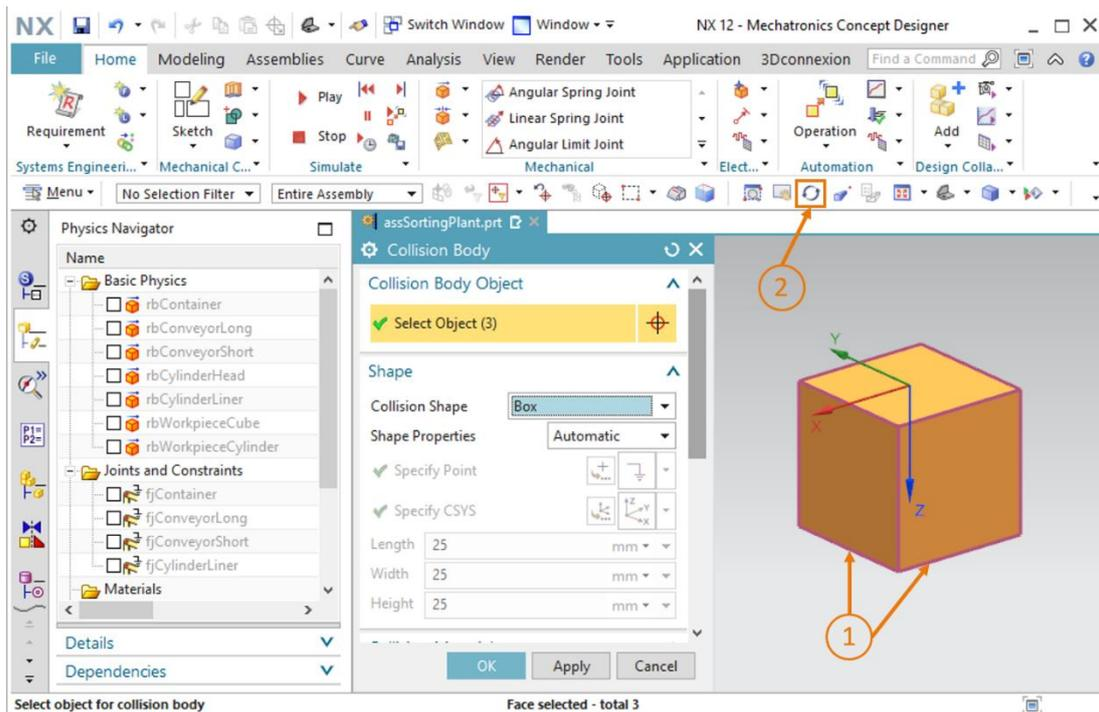

Figura 21: Creazione del corpo di collisione per workpieceCube – selezione di altre superfici
- Selezionare le altre due superfici visibili del parallelepipedo (vedi Figura 21, step 1). Le superfici accessibili dovrebbero essere tre (come indica il numero fra parentesi nel pulsante "Select Object" (Seleziona oggetto)). Per poter vedere anche le altre superfici si deve modificare la vista. Fare clic sul pulsante "Rotate" (Ruota)  per ruotare il modello (vedi Figura 21, step 2).